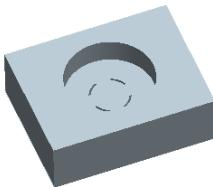

图 18.21 着色后的上半部分体积块
(1) 在系统为分割所选的模型量选取分型面。的提示下，先将鼠标指针移至模型中主分型面的位置右击，从快捷菜单中选取 从列表中拾取 命令。
(2) 在系统弹出的“从列表中拾取”对话框中，单击列表中的面组:F7 (PS)，然后单击 确定① 按钮。
(3) 单击“选择”对话框中的 确定 按钮。
Step7. 系统弹出“属性”对话框，在该对话框中单击 着色 按钮，着色后的模型如图 18.21 所示，然后在对话框中输入名称 UPPER_MOLD，单击 确定 按钮。